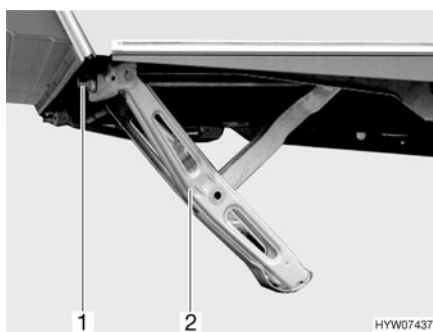

Fig. 17 Apoyo a manivela bajado girando la manivela
- Insertar la manivela en el hexagono (Fig. 17,1) de los apoyos a manivela (Fig. 17,2).